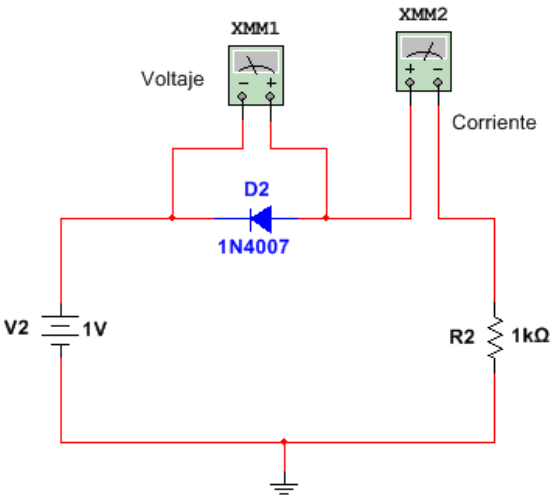

Figura 5. Circuito para la polarización inversa del diodo.
- Arme el circuito de la figura 5 en el simulador y tome las medidas solicitadas en la tabla 2.
- En el protoboard, arme el circuito de la figura 5. Antes de encender la fuente de alimentación considere lo siguiente: